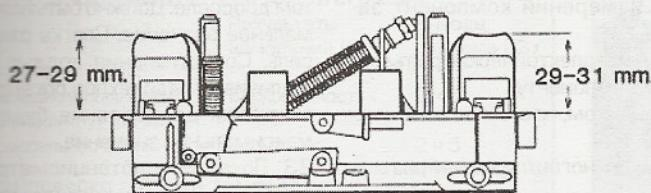

Рис. 4.11 Проверка уровня в поплавковой камере
5. Измерьте расстояние между крышкой (без прокладки) и вершиной поплавка (рис. 4.11).